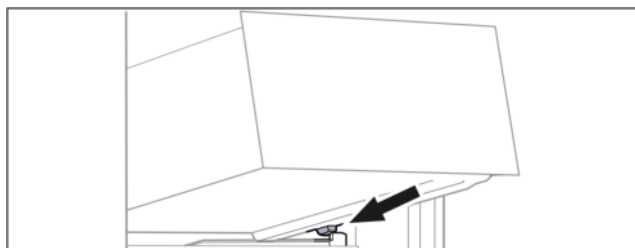

Fig. 15
- Schubfach schräg hinter den Stoppern auf die Behälterrippe aufsetzen Fig. 15 (1).